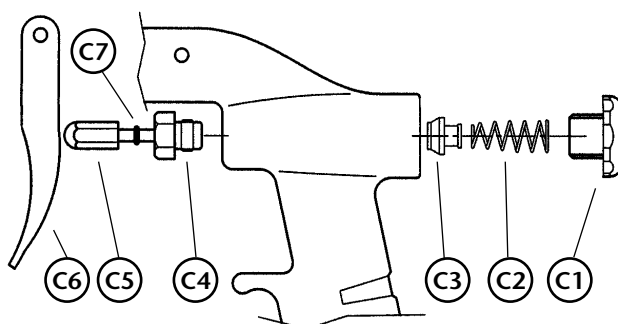

Fig. 3
1. Desserrer l'écrou de sortie (A1) et extraire le ressort (A2) ainsi que la boule (A3) (voir Fig.3).